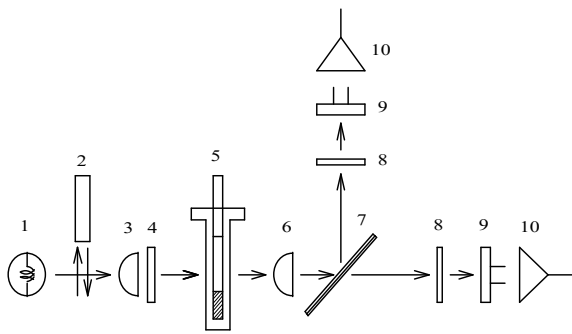

図 4
本器の動作機構は図 4 に示すように光源ランプ①からの光はレンズ③で集光され測定セル⑤を透過後ダイクロイックミラー⑦により 500nm 以下と以上の波長に分けられさらに干渉フィルター⑧によってそれぞれビリルビンの測定側 461nm の単波長及びキャンセル側 551nm の単波長に絞られ受光体⑨にはいる。受光体⑨で受けた光量はアナログ信号に変換され増幅器⑩をへて、比色の原理に基づき(ランバート/ベアの法則)対数変換された後、作動増幅器で修正されてその出力信号がデジタル表示器に表示される。また、標準液による校正の手間を軽減する為にチェックフィルターが設けられています。